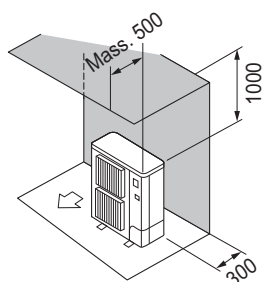

Fig. 3-6
- ② Solo ostacoli posteriori e superiori (Fig. 3-6)